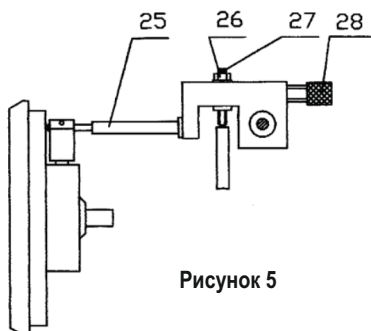

Рисунок 5
3. Настройка отображения значения твердости (рис. 5)